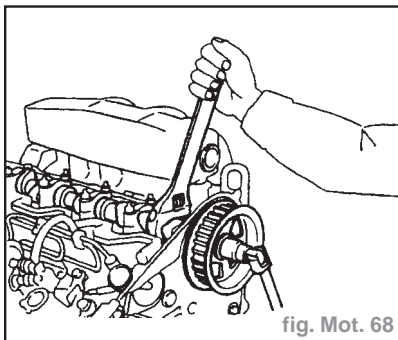

fig. Mot. 68
- Déposer le pignon d'arbre à cames, le pignon d'entraînement de pompe d'injection (fig. Mot. 68).